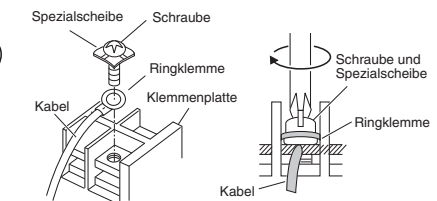

Abb. 5-4
- Die Ringklemme aufschieben, dann die vorher abgenommene Klemmenschraube mit dem Schraubendreher wieder festziehen. (Abb. 5-4)